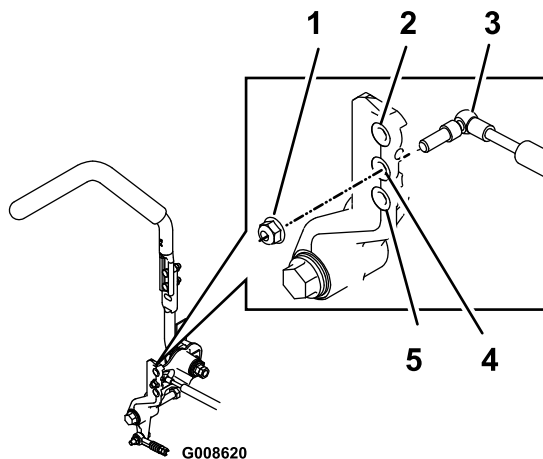

図 64
- ロックナットを外して、ダンパ取り付けボルトを希望する位置に移動し、ロックナットを取り付ける。取り付け位置については 図 64 を参照。